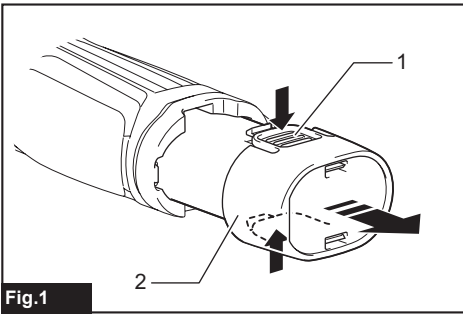

Fig.1
► Рис.1: 1. Кнопка 2. Блок аккумулятора